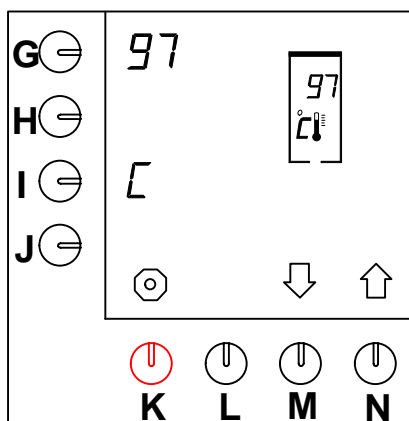

Fig. 40 Inställning temperatur
- Tryck, när du har fört in användarkoden, 3 gånger på valtangenten (N.)↑ tills fig. 40 visas på displayen.
- Tryck på valtangenten (N.)↑ tills fig. 40 visas på displayen.
- När det automatiska sökprogrammet kokpunkt är avslutat, visas den inställda temperaturen på nytt på displayen (fig. 40).